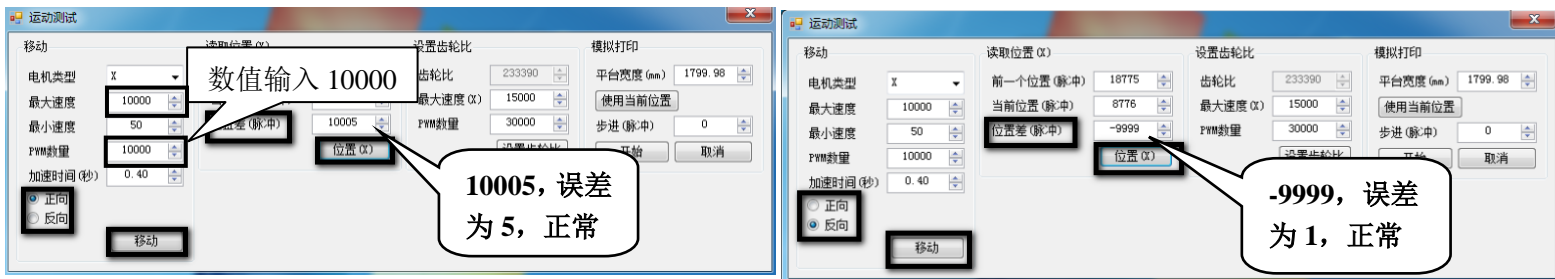

图 7.3 运动测试界面
4、选择 X，依次设置好参数，选择正向，在确保墨栈刮片没有刮到小车底部的情况下点击“移动”，小车会向终点方向移动相应距离，这时点击位置，观察“位置差（脉冲）”的数值，得到的数值为 10000 ± 10 ，则齿轮比正常，如果和 10000 ± 10 的标准相差很大，则需要检查光栅的安装或者光栅读头是否有异常。同理选择反向测试。如此类推，进行 Y 和 Z 的测试，验证 Y 和 Z 是否正常，如图 7.3。测试正常后安装喷头。